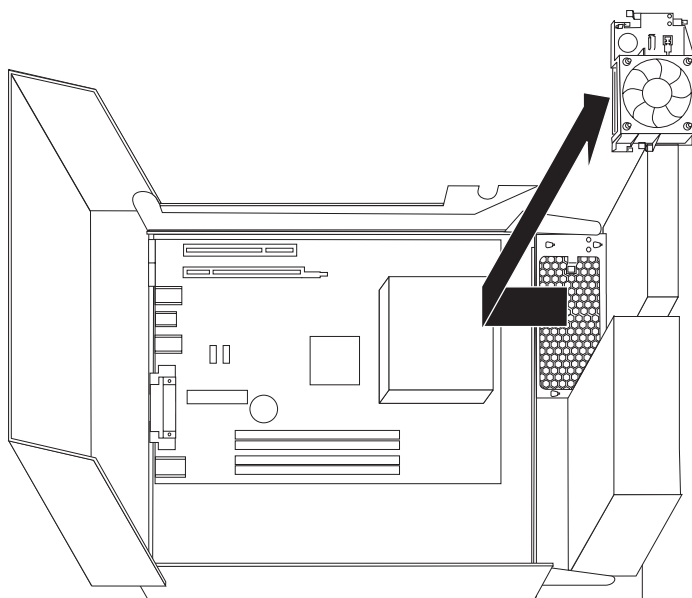

Figura 33. Acceso al conjunto del ventilador
2. Gire el conjunto de bahías de unidades para poder acceder al conjunto del ventilador **1**. Consulte la Figura 33 en la página 38.